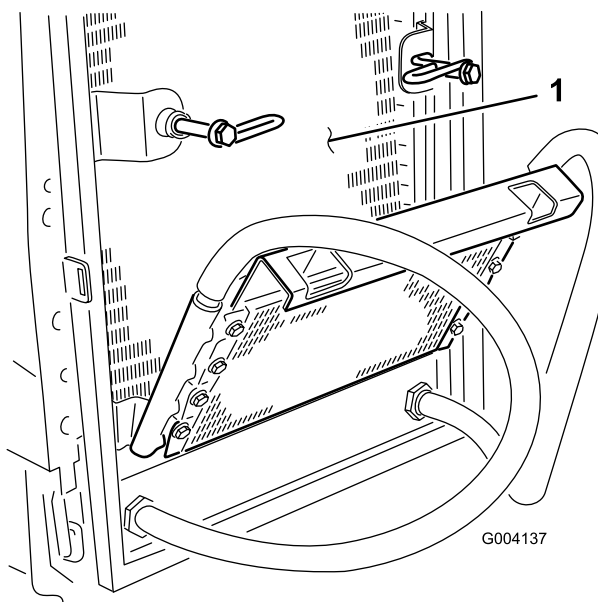

Bild 50
- Reinigen Sie beide Seiten des Ölkühlers und des Kühlers gründlich mit Druckluft (Bild 50).